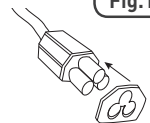

Fig.1
- ⚠ CUANDO SE USE EL CALENTADOR EN UNA ZONA DONDE PUEDA HABER CONTACTO CON AGUA, Y PARA ASEGURAR QUE SE MANTIENE SU CLASIFICACIÓN IP44, COMPROBAR SIEMPRE QUE LA JUNTA DE ESPUMA NEGRA DEL CABLE ELÉCTRICO ESTÁ COLOCADA EN EL EXTREMO DEL CONECTOR ANTES DE ENCHUFAR EN EL CALENTADOR SLIMLINE [FIG. 1]